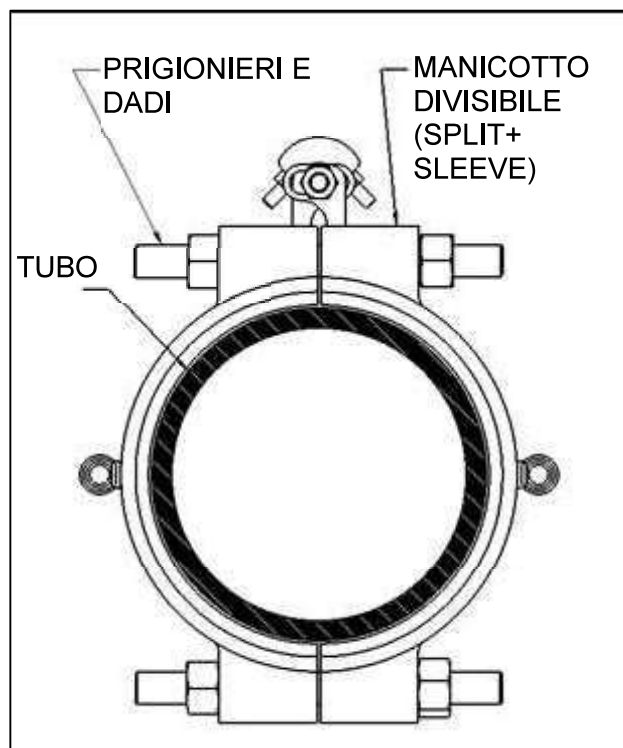

Figura 13
6. Una volta che la clampa è sistemata intorno al tubo, inserire i prigionieri nei fori e avvitare i dadi come mostrato nella Figura 13. Procedere al serraggio dei prigionieri e dei dadi secondo queste istruzioni di installazione.